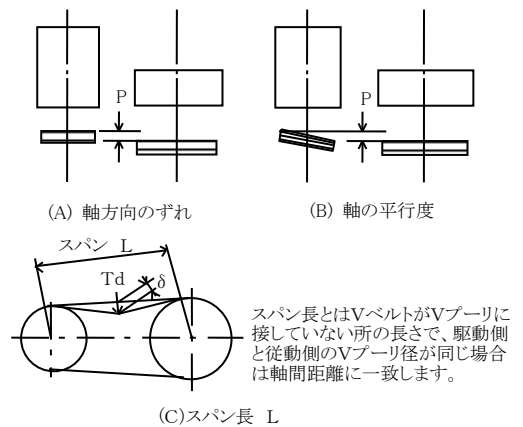
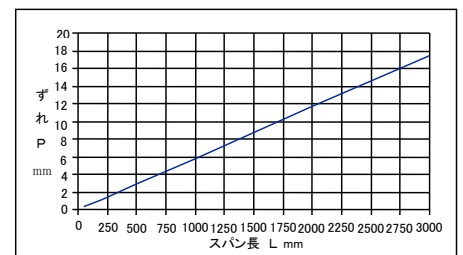

図 10 Vプーリの心出し
図 11 Vプーリのずれ許容寸法 (P mm)
- (1) ファンは工場で正しく心出し調整して出荷していますが、据付終了後再調整してください。
- (2) Vプーリのミスアライメントは、Vベルトの寿命を縮める要因になりますので、正確に調整をしてください。ミスアライメントには、Vプーリの軸方向のずれと軸の平行度の2つが含まれます。図10 (A) が軸方向のずれで、同図 (B) が軸の平行度です。それぞれのずれの許容寸法 (P mm) は、同図 (C) に示されるVプーリ間のスパン長 (L mm) により、図11に示された値以下といたします。Vベルトを張った後で許容寸法を確認してください。ずれPは、極力小さく調整してください。
- (3) Vベルトは、取付張力が不足するとスリップが発生しやすくなり、Vベルトの寿命に影響を与えます。また、張力が高すぎるとVベルトの寿命を縮めるだけでなく、軸荷重が過大になり、軸受の寿命を縮めます。Vベルトの張り調整は次の手順により行います。